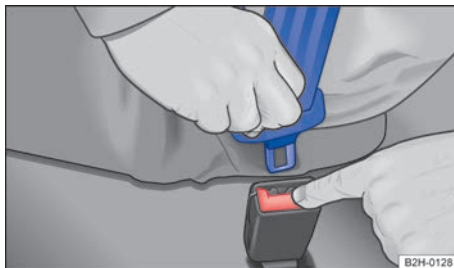

Fig. 59 Soltar la lengüeta del cinturón de seguridad de su cierre.
- Pulse la tecla roja del cierre del cinturón → fig. 59. La lengüeta del cinturón sale expulsada.